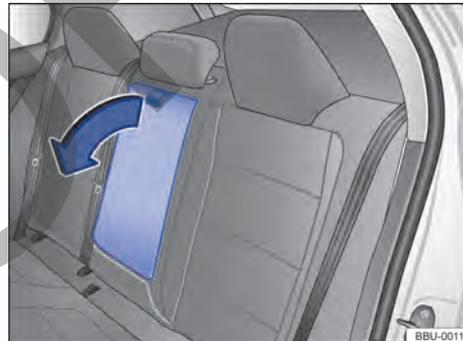

Fig. 83 Reposabrazos central trasero abatible.
- Para **bajar** el reposabrazos, tire del lazo en el sentido de la flecha → fig. 83.
- Para **levantar** el reposabrazos, presiónelo hacia arriba en el sentido contrario al de la flecha → fig. 83 y encájelo en el respaldo del asiento hasta el tope.